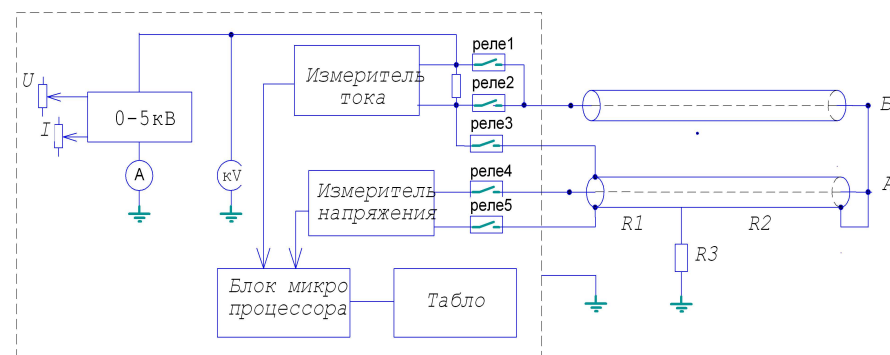

Рис.1 Блок-схема прибора
5.1 Блок-схема прибора приведена на рис. 1.